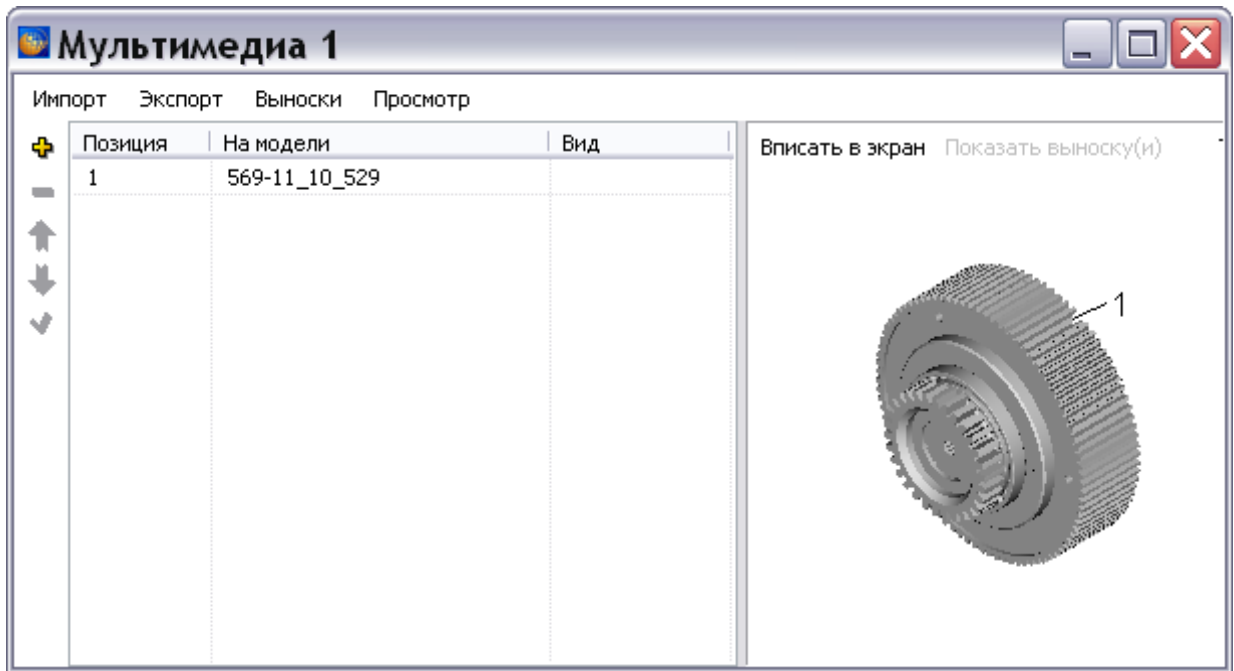

Рисунок 413
5) Импортируйте модель из файла формата xv2 (рисунок 413).